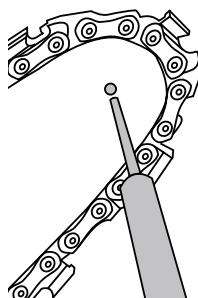

Fig. 15
- À l'aide d'une pipette de graissage, insérer le bec de la pipette dans l'orifice de lubrification et injecter la graisse jusqu'à ce qu'elle apparaisse au bord extérieur du bout du pignon (Fig. 15).